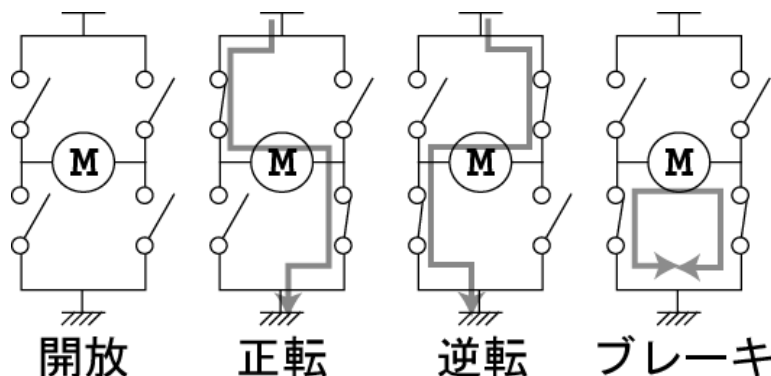

図 12 Hブリッジ回路の基本動作
- 単電源で DC モータに加える電圧の向きを変えられる回路(モータドライバ)として最も基本的なものが H ブリッジである。図 12 のように 4 つのスイッチから構成され、スイッチの切替えによってモータに流す電流の向きを反転可能にしている。名前はスイッチの配置が H 型をしていることに由来する。